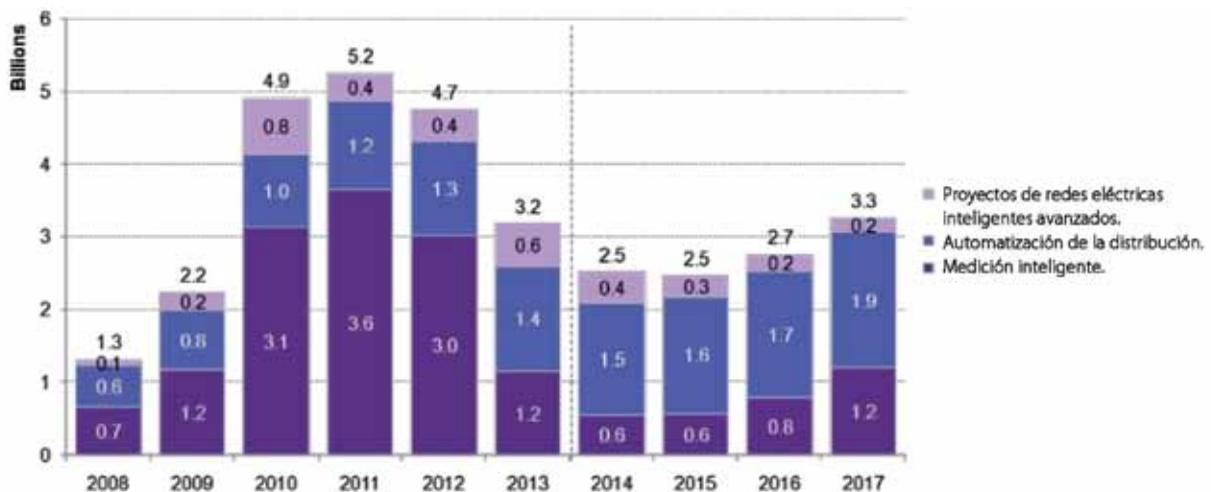

Figura 3. Programa de inversiones en las REI de Estados Unidos en el decenio 2008-2017
en el resto del mundo se están dando tibios, pero concretos, pasos en el sentido de las primeras etapas de la hoja de ruta. Entre los países más avanzados se destacan Estados Unidos y los de la Unión Europea. Tanto en la Unión Europea como en Estados Unidos se ha hecho una gran inversión en las REI. La mayor parte del esfuerzo, tanto económico como de desarrollo, se ha realizado en las primeras tres etapas de la hoja de ruta mencionada en la sección anterior. Por ejemplo, la Unión Europea se propuso el reemplazo masivo del 80% de los medidores de energía eléctrica para el año 2020. Según un reporte de la Comisión Europea del año 2014, esto significa cerca de 200 millones de medidores inteligentes (MI) de energía eléctrica y otros 45 millones para gas, con un costo promedio de 200-250 euros cada uno y una inversión potencial de 45.000 millones de euros. Por su parte, en Estados Unidos la inversión en REI desde 2008 a 2017 alcanzará los 30 mil millones de dólares. La mitad de esa inversión está destinada a la instalación de medidores inteligentes, mientras que la otra mitad está orientada a la automatización de la red de distribución. Se han destinado casi tres mil millones al desarrollo de proyectos avanzados de REI (figura 3).